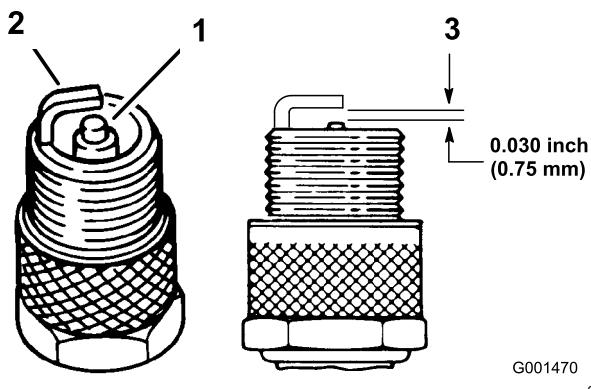

Figure 41
- Réglez l'écartement entre les électrodes centrale et latérale à 0,76 mm, comme montré à la Figure 41.
- Vérifiez l'état des électrodes latérale et centrale, ainsi que de l'isolateur de l'électrode centrale (Figure 41).